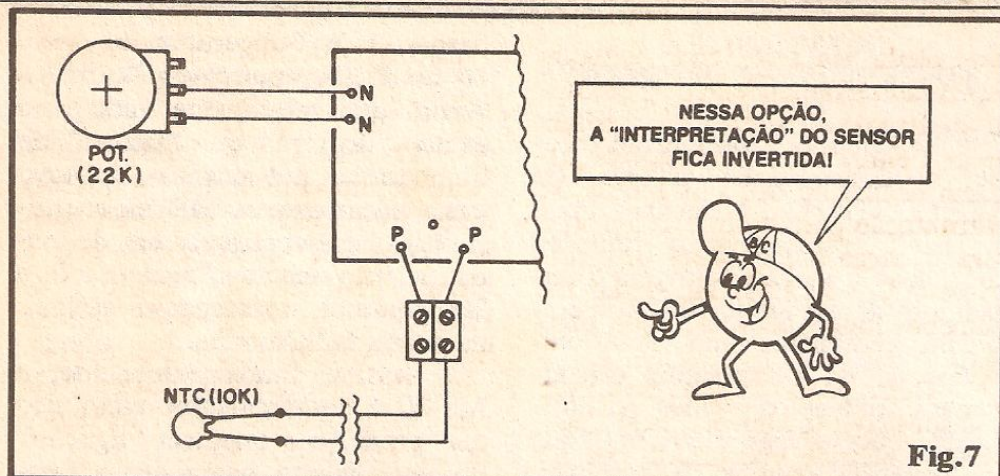

Fig.7
- FIG. 7 - "INVERTENDO" A ATUAÇÃO DA MP-30 - É possível, com uma alteração simplíssima, "inverter" a atuação do circuito, fazendo com que ele atue como uma chave "quente liga" (originalmente sua função é "frio liga"...), que pode também ser útil em outras diversas funções de controle! Para tanto, basta eletricamente, na estrutura do próprio circuito, também "inverter" as posições relativas do termistor e do respectivo trim-pot de ajuste... Sem nenhuma "mexida" na placa ou no seu lay out natural, o trim-pot (um potenciômetro, no caso...) pode ser ligado "no lugar" do termistor, e este no lugar daquele, conforme ilustra a figura! Com tal disposição, obtemos o funcionamento "inverso", preser-
mente construídas para tal finalidade, sejam utilizadas... Já no diagrama 8-B, para o caso do Leitor/"Aluno" ter optado (por razões aplicativas) pelo funcionamento "inverso" (ver fig. 7) mostramos um arranjo do tipo "quente liga", com a carga representada por um ventilador, por exemplo (também pode ser um complexo sistema refrigerador, baseado em compressores, serpentinas com gás refrigerante, etc.). Com tal configuração, quando a Temperatura do meio ou fluido controlados "subir", atingindo um pré-determinado (e ajustado) degrau, a MP-30 acionará o "resfriamento" destinado a manter as "coisas" dentro dos desejados li-
Outra possibilidade: para usar o dispositivo totalmente num "ambiente" elétrico energizado por 12 VCC (como num veículo, por exemplo...), basta "desprezar" todo o setor do circuito correspondente à sua fonte interna (transformador, diodo 1N4001 anexos), aplicando os 12 VCC disponíveis diretamente às barras cobreadas da placa, correspondentes aos percursos da alimentação CC... Nesse caso, elementos aquecedores industrialmente desenhados para trabalhar sob 12 VCC deverão ser usados, controlados diretamente pelos terminais "NA" e "C" da placa de Circuito Impresso (ver figs. 5 e 6...). Se a idéia (ao invés de "esquentar"...), for "esfriar", tudo bem, também: ventiladores ou sistemas de condicionamento para veículos normalmente trabalham sob 12 VCC e aí é só controlar tais dispositivos através dos tais contatos da placa (usar, no caso, a configuração sugerida na fig. 7...).